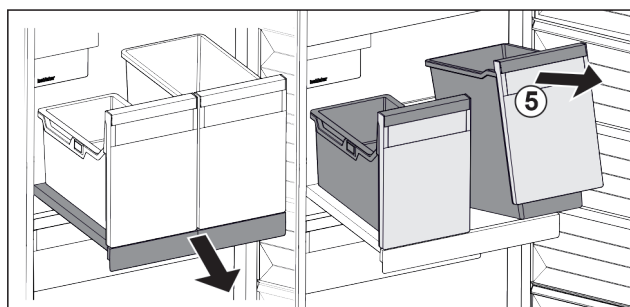

Fig. 100
- Levantar el recipiente Fig. 100 (5) por delante.